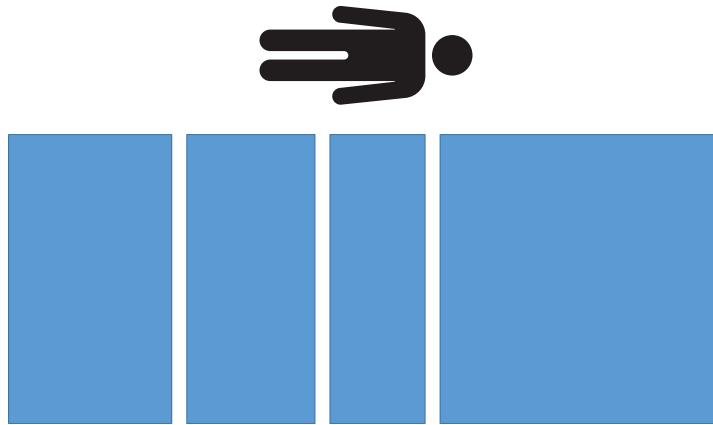

Abbildung 24 – Wägeleistungsprüfung – 0 kg
12. Alle kalibrierten Gewichte vom Produkt entfernen (Abbildung 24).